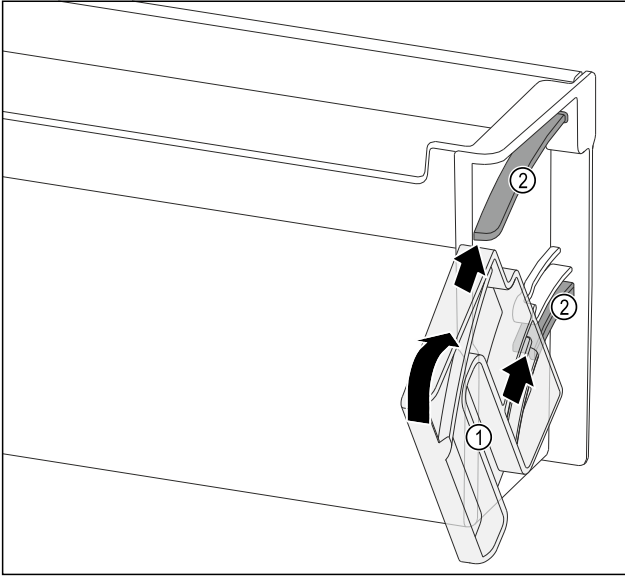

Fig. 119
- Çevirme ünitesini Fig. 119 (1), çıkıntılar tam kapı rafının kılavuz kanallarının Fig. 119 (2) karşısına gelecek şekilde yerleştirin.
- Çevirme ünitesini Fig. 119 (1) belirtilen yönde çevirin.